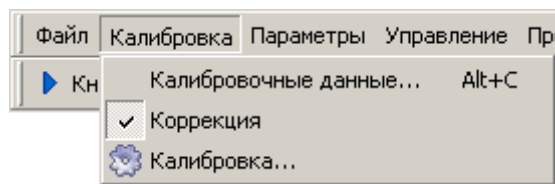

Рисунок 4.22 – Меню калибровки
4.9.4 Для большинства приборов измерениям должна предшествовать калибровка. Процедура калибровки относится к одному из «Измерений» и начинается после выбора пункта меню «Калибровка \ Калибровка...» (рисунок 4.22) или после нажатия кнопки калибровки на панели управления «Параметры измерения». Выбор калибруемого «Измерения» осуществляется выделением соответствующей трассы.